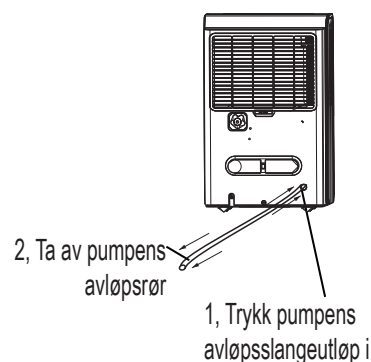

Fig. 13
- Trykk pumpens avløpsslangeutløp i og ta av pumpens avløpsrør ut av den (se Fig.13). Pass på at ikke vannet i pumpeavløpslangene drypper på gulvet.